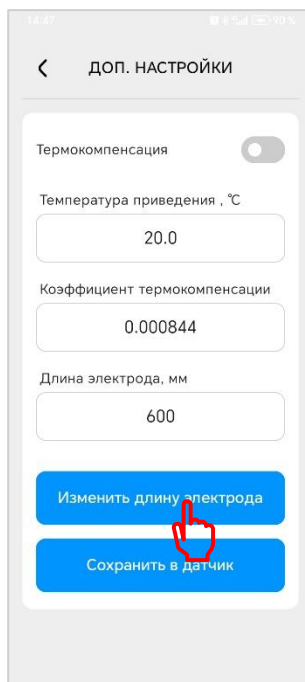

Рис. 5.22
- Нажмите на кнопку «Изменить длину электрода» (рис. 5.22)